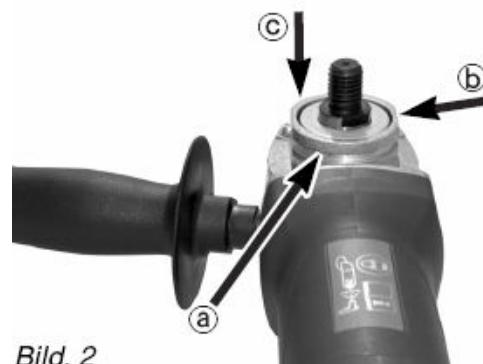

Bild. 2
См. рис. 2 + 3: устанавливая защитный кожух, прежде всего введите выступ (I) в предусмотренную выемку (a) и убедитесь в том, что второй выступ (II), находящийся в центре, прилегает к плоской части фланца (b). Если при этом и третий выступ (III) совпадает с предусмотренной выемкой (c), нажмите на кожух посадите его на фланец.